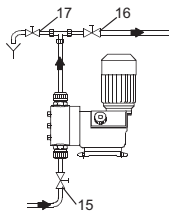

Рис. 17 Начальный пуск
1. Откройте всасывающий и нагнетательный запорные клапаны (15, 16), если они установлены. См. рис. 17.
2. Откройте клапан удаления воздуха (17), если он установлен на линии нагнетания, или понизьте давление в линии нагнетания так, чтобы перекачиваемая среда могла выходить без преодоления противодействия.
7. Закройте клапан удаления воздуха (17), если он установлен.